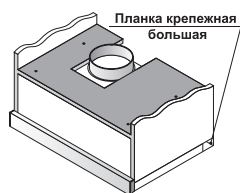

Рис. 1
Определитесь с вариантом установки: Вариант 1 или Вариант 2. (Рис. 1)
1. При помощи саморезов из монтажного комплекта и отвертки закрепите адаптер воздуховода на корпусе вытяжки, если он не закреплен заранее. (Рис. 1)